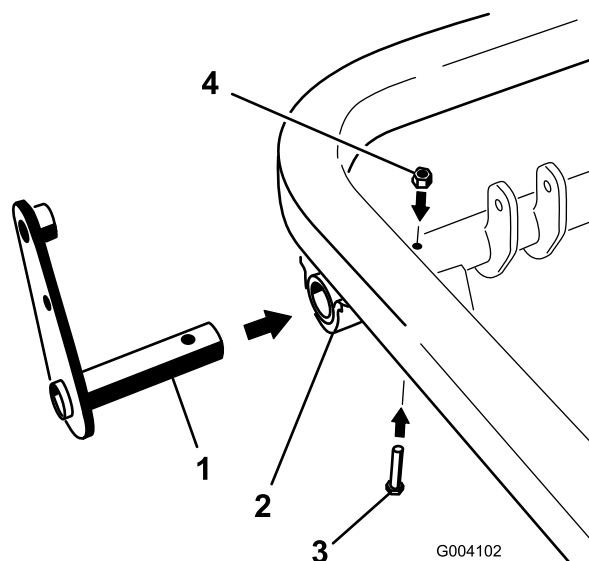

Figura 13
- Deslize o poste no conjunto do pedal para a extremidade esquerda do tubo articulado e prenda-o com um parafuso (5/16 x 2 pol.) e uma porca de bloqueio (5/16 pol.) através do tubo articulado (Figura 13).
3. Aperte o parafuso da articulação central (item 4 na Figura 13) com 20 a 25 Nm.